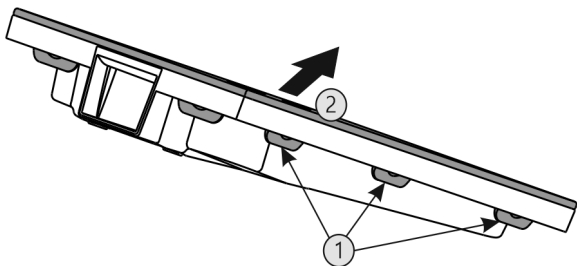

Fig. 61
- Tryck på alla flikar Fig. 61 (1) efter varandra och ta bort täcklocket Fig. 61 (2).